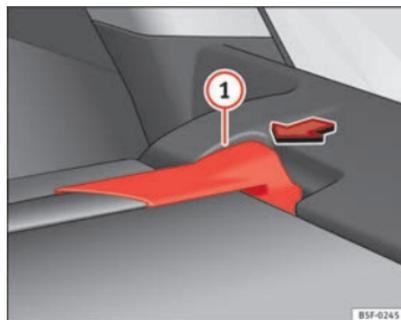

Fig. 95 Dans le coffre à bagages : démonter la plage arrière
- Appuyez sur le support de la plage arrière ⇒ fig. 95 **(1)** dans le sens de la flèche.
- Insérez le support de la plage arrière ⇒ fig. 95 ① dans le logement droit.
- Assurez-vous que le support ⇒ fig. 95 ① soit correctement encastré.